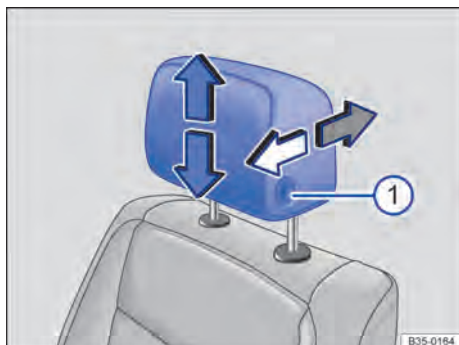
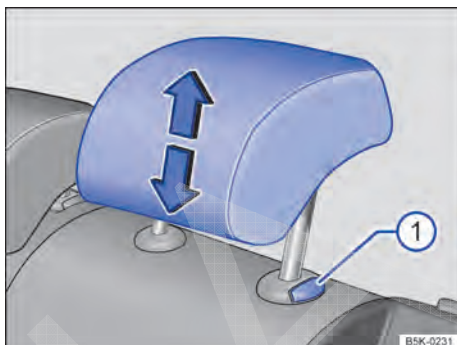

Fig. 46 Ajustar o apoio para cabeça dianteiro.
Fig. 47 Ajustar o apoio para cabeça traseiro.
- Empurrar o apoio para cabeça para cima no sentido da seta ou, com o botão $\Rightarrow$ Fig. 46 ou $\Rightarrow$ Fig. 47 pressionado, empurrar para baixo $\Rightarrow$.
- Empurrar o apoio para cabeça para frente na direção da seta ou para trás com o botão $\Rightarrow$ Fig. 46 pressionado.